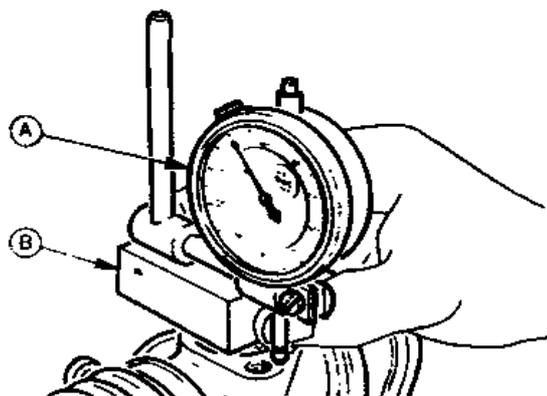

Рис.11.48. Определение толщины пакета шайб для регулировки демпфера рейки (Разд.35)
33. Чтобы отрегулировать демпфер рейки, требуется циферблатный индикатор и опорная балка. Установите индикатор на опорную балку и, поставив ее на кусок стекла, выставите ноль индикатора. Установите демпфер в корпус и установите опорную балку на корпус таким образом, чтобы щуп индикатора соприкасался с корпусом рейки (Рис. 11.48). Передвиньте рейку на всю величину хода поворотом шестерни и заметьте максимальное отклонения индикатора от нуля. Подберите пакет шайб толщиной, равной замеченному отклонению плюс 0.025-0.125 мм.